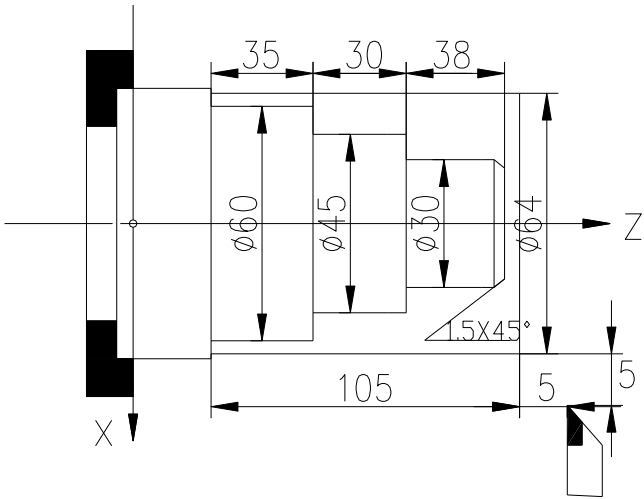

图 7-2 外圆加工示例
**示例 1：**加工图 7-2 所示工件。棒料： $\Phi 64 \times 105$  mm.1 号刀为粗车刀，2 号刀为精车刀。（G90 内外圆柱面车削循环）。